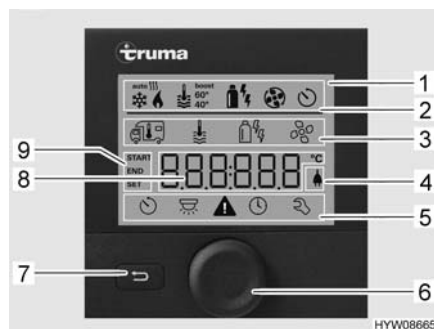
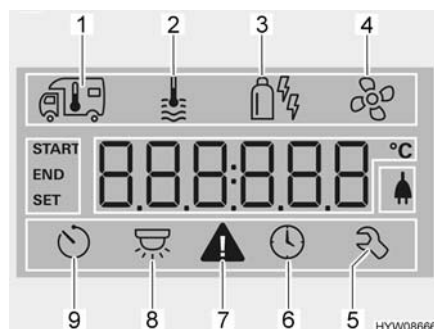

Fig. 108 Centralina di controllo con indicazioni
Fig. 109 Display (centralina di controllo)
- Riga di stato (Fig. 108,2)
- Riga di menu in alto (Fig. 108,3)
- Area di indicazione (Fig. 108,8)
- Riga di menu in basso (Fig. 108,5)
- Premere la manopola/il pulsante (Fig. 108,6) per circa 3 secondi. Vengono visualizzate entrambe le righe di menu (Fig. 108,3 e Fig. 108,5). Il primo simbolo lampeggia.
- Ruotare la manopola/il pulsante (Fig. 108,6), finché viene visualizzato il simbolo del menu desiderato.
- Premere la manopola/il pulsante per memorizzare il valore impostato. Se il valore impostato originariamente non deve essere modificato: Premere il tasto indietro (Fig. 108,7).
- Ruotare la manopola/il pulsante (Fig. 108,6), finché il simbolo del menu del riscaldamento (Fig. 109,1) lampeggia.
- Premere la manopola/il pulsante per memorizzare il valore impostato. Il simbolo nella riga di stato lampeggia (Fig. 108,2), finché viene raggiunta la temperatura impostata. Se il valore impostato originariamente non deve essere modificato: Premere il tasto indietro (Fig. 108,7).
- Ruotare la manopola/il pulsante (Fig. 108,6), finché il simbolo del menu relativo all'acqua calda (Fig. 109,2) lampeggia.
- Premere la manopola/il pulsante per memorizzare il valore impostato. Il simbolo nella riga di stato lampeggia (Fig. 108,2), finché viene raggiunta la temperatura dell'acqua impostata. Se il valore impostato originariamente non deve essere modificato: Premere il tasto indietro (Fig. 108,7).
- Ruotare la manopola/il pulsante (Fig. 108,6), finché il simbolo del menu relativo alla modalità di funzionamento (Fig. 109,3) lampeggia.
- Premere la manopola/il pulsante per memorizzare la modalità di funzionamento impostata. Se il valore impostato originariamente non deve essere modificato: Premere il tasto indietro (Fig. 108,7).
- Ruotare la manopola/il pulsante (Fig. 108,6), finché il simbolo del menu delle ventole (Fig. 109,4) lampeggia.
- Ruotare la manopola/il pulsante (Fig. 108,6), finché il simbolo del menu del timer (Fig. 109,9) lampeggia.
- Premere la manopola/il pulsante. Il timer è attivato. Il simbolo del timer (Fig. 109,9) lampeggia quando il timer è programmato e attivo.
In caso di avviso, il relativo simbolo lampeggia (Fig. 109,7). Il riscaldamento rimane in funzione. Se si tratta solo di un guasto temporaneo, il simbolo di avvertimento si spegne autonomamente.